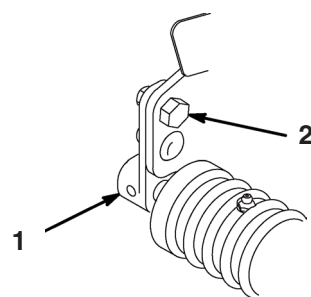

Fig. 4
4. Mens tromlen holdes sikkert fast på pladen, og trykket på den forreste rulle opretholdes, drejes den højre rullens øverste monteringsbolt (Fig. 4).